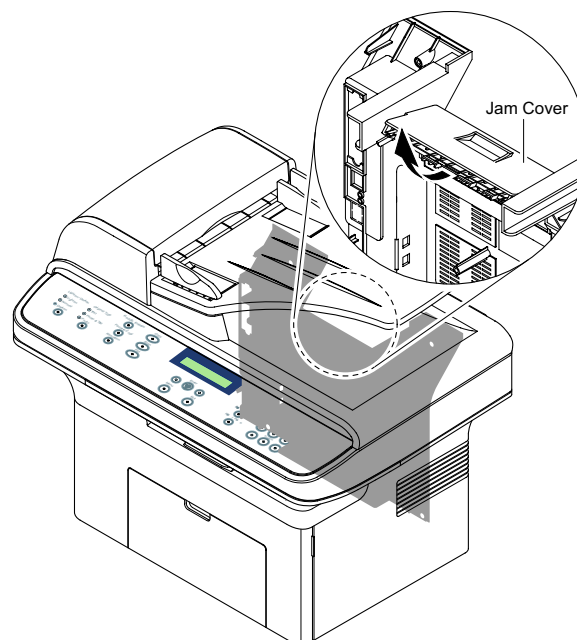

Рисунок 2
2. Откройте крышку устранения застревания, рисунок 2.